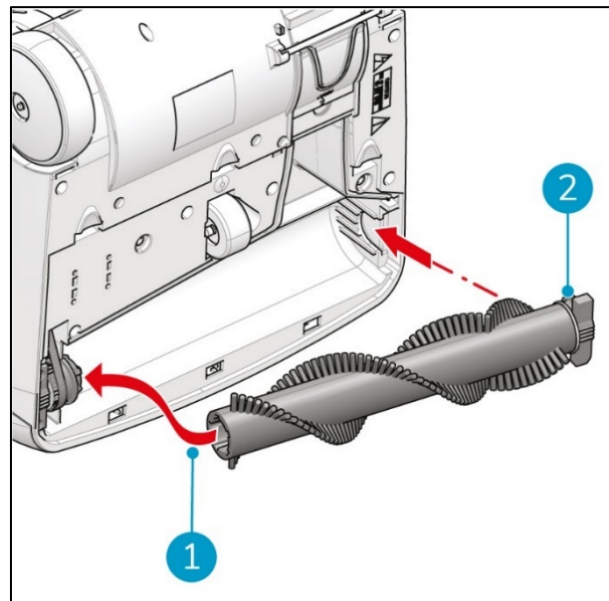

Afbeelding 26
5. Trek de draaiende borstel naar buiten bij de handgreep (Afbeelding 26, pos 1) en schuif de borstel verder uit zoals aangegeven bij Afbeelding 26, pos 2.